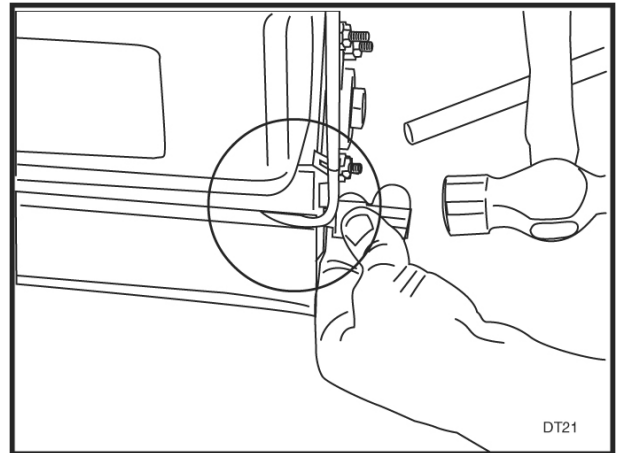

図 5
- アクスルを回して、その穴を攪拌装置の穴と合わせます。タッピングねじを使用して、攪拌装置をリヤアクスルに連結します。図 5 を参照してください。